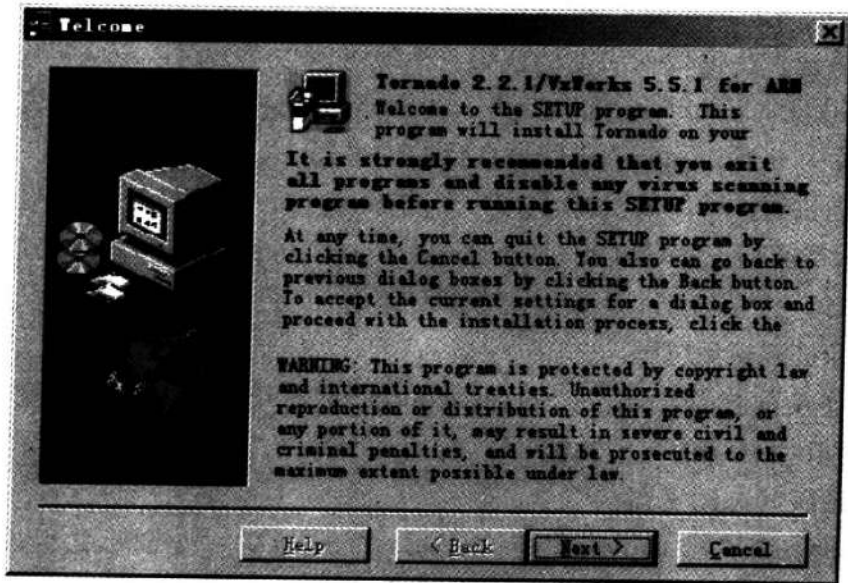

图 3-2 安装时的欢迎界面
① 打开安装光盘上的 setup.exe 程序,可以看到如图 3-2 所示的欢迎界面。直接单击 Next 按钮。